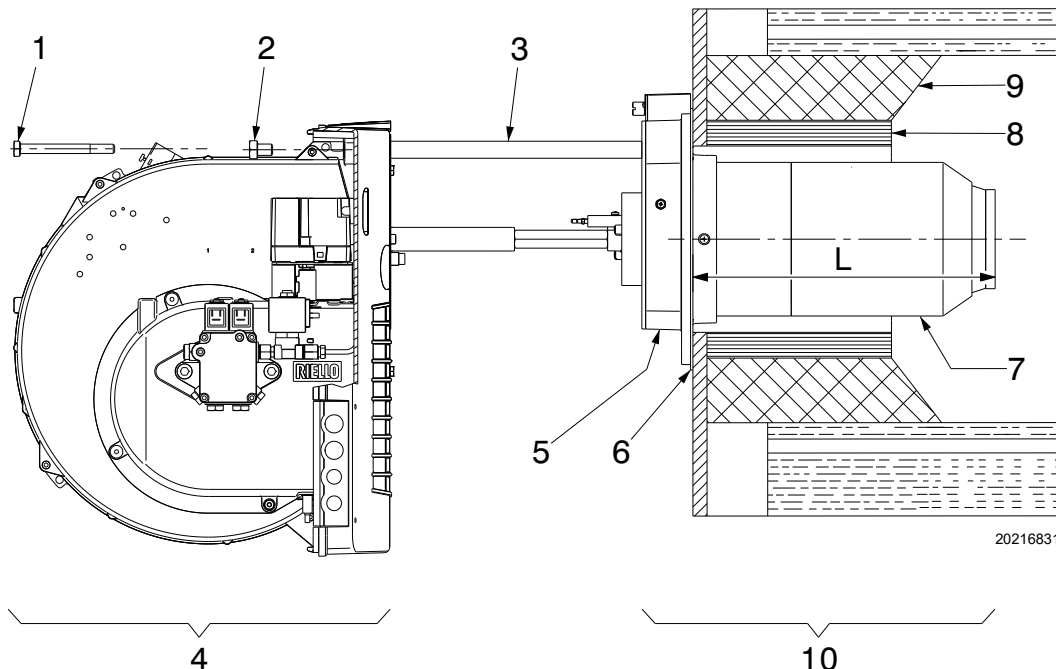

Fig. 10
- Dacă este necesar să înlocuiți duza cu un arzător deja aplicat pe cazan, deschideți arzătorul de pe ghidaje ca în Fig. 10, pag. 13, după montarea extensiilor 16)(Fig. 5, pag. 10) și procedați așa cum este descris mai sus.